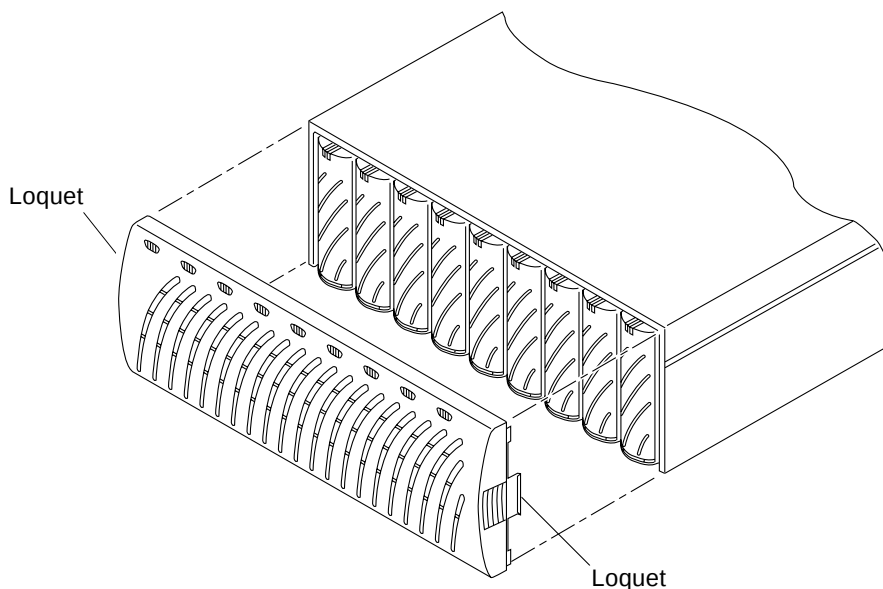

FIGURE 14-1 Retrait du panneau avant
2. **Enlevez le panneau avant en appuyant sur les loquets latéraux (représentés FIGURE 14-1) et en tirant le panneau vers vous.**